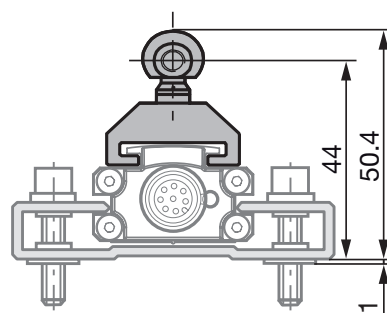
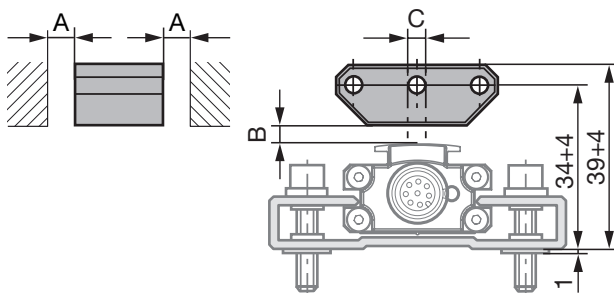

Fig. 4-1 : Dimensions et distances pour le capteur de position BTL5-F-2814-1S
Fig. 4-3 : Dimensions et distances pour le capteur de position BTL5-P-3800-2
Le capteur de déplacement Micropulse à construction profilée convient aussi bien aux capteurs de position libres, c'est-à-dire fonctionnant sans contact (voir figures 4-3 à 4-7) qu'aux capteurs de position guidés (voir figures 4-1 et 4-2).
- La distance A entre le capteur de position et les éléments en matériau magnétisable doit être au minimum de 10 mm (voir figures 4-3 à 4-7).
- Pour la distance B entre les capteurs de position et de déplacement et pour le déport de l'axe C (voir figures 4-3 à 4-7), les valeurs suivantes doivent être respectées :
Tab. 4-1 : Distance et déport pour capteur de position (voir figures 4-3 à 4-7)